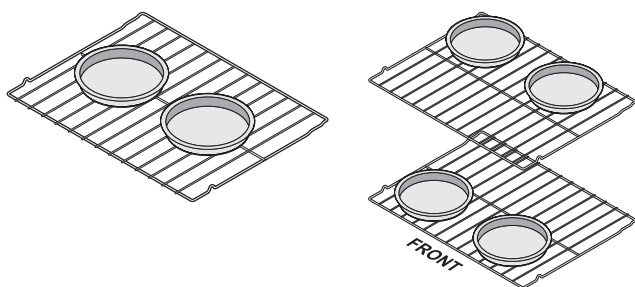

Figure 9: Cuisson des gâteaux à étages sur deux grilles
- Pour cuire sur deux grilles, laisser au moins 5 cm (2 po) d'écart entre les aliments pour assurer une circulation d'air adéquate. Disposer les ustensiles de pâtisserie comme illustré à Figure 9.